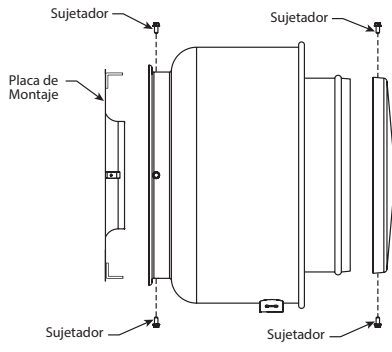

Figura 2
1. Para retirar la placa de montaje de la unidad, quite los sujetadores que se muestran en la Figura 2.
2. Para retirar la cubierta del compartimiento del motor, quite los sujetadores que se muestran en la Figura 2. Coloque la cubierta sobre una superficie plana, en un área protegida de vientos fuertes.